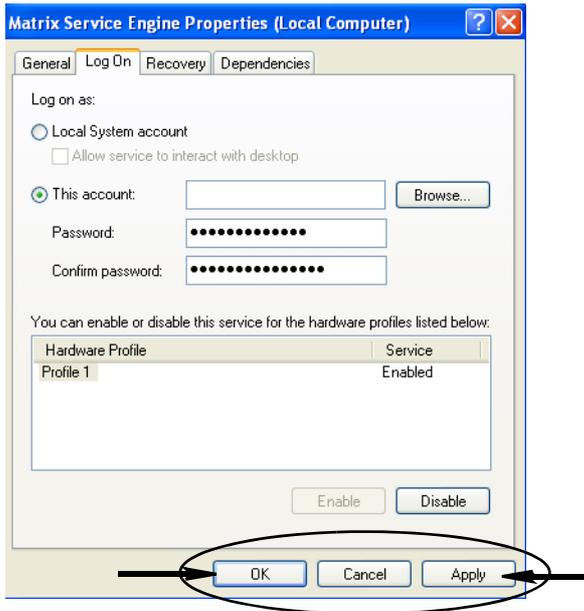

ABB. 41
- Wenn der Computer den Benutzernamen nicht finden kann, wird die in ABB. 41 auf Seite 42 gezeigte Fehlermeldung angezeigt. Mit Schritt j weitermachen.
- i. Klicken Sie auf die Schaltfläche „Anwenden“, um die Änderungen zu übernehmen, und dann auf die Schaltfläche „OK“ (ABB. 41).